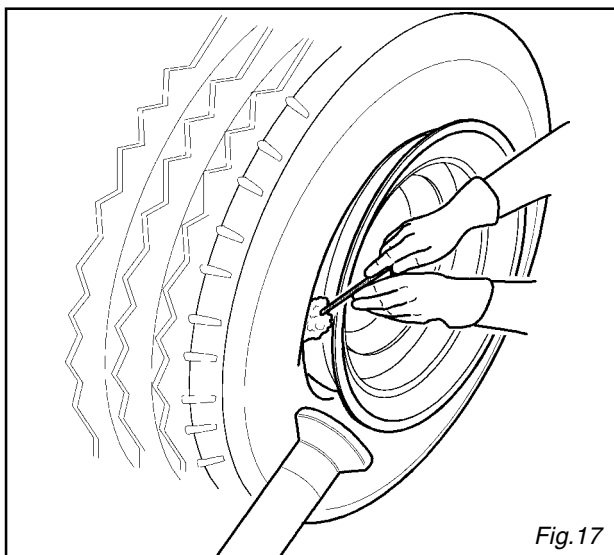

Fig. 17
- 5) Avanzare fino al completo distacco del tallone. Per agevolare l'operazione, con la ruota in movimento, lubrificare il tallone e la balconata del cerchio con l'apposito grasso. (Fig. 17)
- 5) Go on until the bead is completely detached. To facilitate the operation, when the wheel is turning grease the bead and the rim edge all around (fig.17)
- 5) Procéder jusqu'au complet décollement du talon. Pour faciliter cette opération, la roue en mouvement, graisser le talon et le bord de la jante par la graisse en dotation (fig.17)
- 5) Bis vollem Wulstabdrücken vorgehen. Um diesen Vorgang zu erleichtern, ist es empfohlen, sowohl den Wulst als auch den Felgenrend bei Raddrehung zu schmieren (Abb.17)
- 6) Avanzare fino al completo distacco del tallone. Per agevolare l'operazione, con la ruota in movimento, lubrificare il tallone e la balconata del cerchione con l'apposito grasso. (Fig. 17/1 - Fig. 17/2)
- 6) Go on until the bead is completely detached. To facilitate the operation, while the wheel is turning grease the bead and the rim edge all around (fig.17/1-17/2)
- 6) Procéder jusqu'au complet décollement du talon. Pour faciliter cette opération, la roue en mouvement, graisser le talon et le bord de la jante par la graisse en dotation (fig.17/1-17/2)